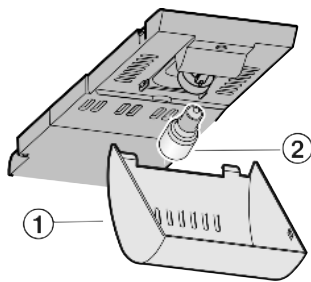

Fig. 16
- ▶ Neem de afdekking Fig. 16 (1) bij de voorkant vast en haak achteraan los.
- ▶ Vervang de gloeilamp Fig. 16 (2).
- ▶ Afdekking Fig. 16 (1) weer opzetten.